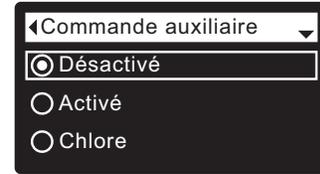

FIG. 84
7. Appuyez sur le sélecteur (O) pour afficher le menu de la commande auxiliaire (cf. Figure 84).
8. Si le cercle à gauche de l'option souhaitée a déjà un point (cf. Figure 84), passez à l'étape 9. Sinon, appuyez sur le bouton BAS (▼) ou HAUT (▲) pour passer à l'option souhaitée, puis sur le sélecteur (O) pour confirmer votre choix.